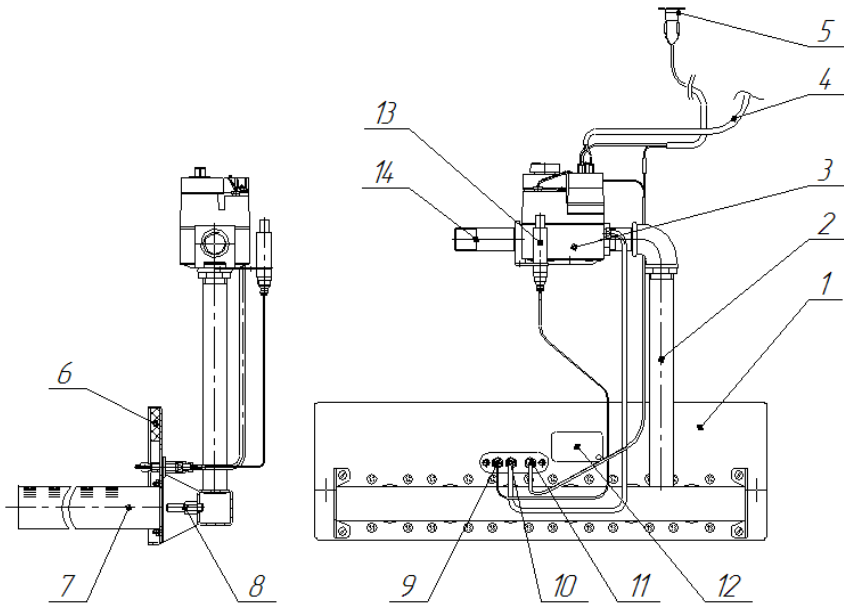
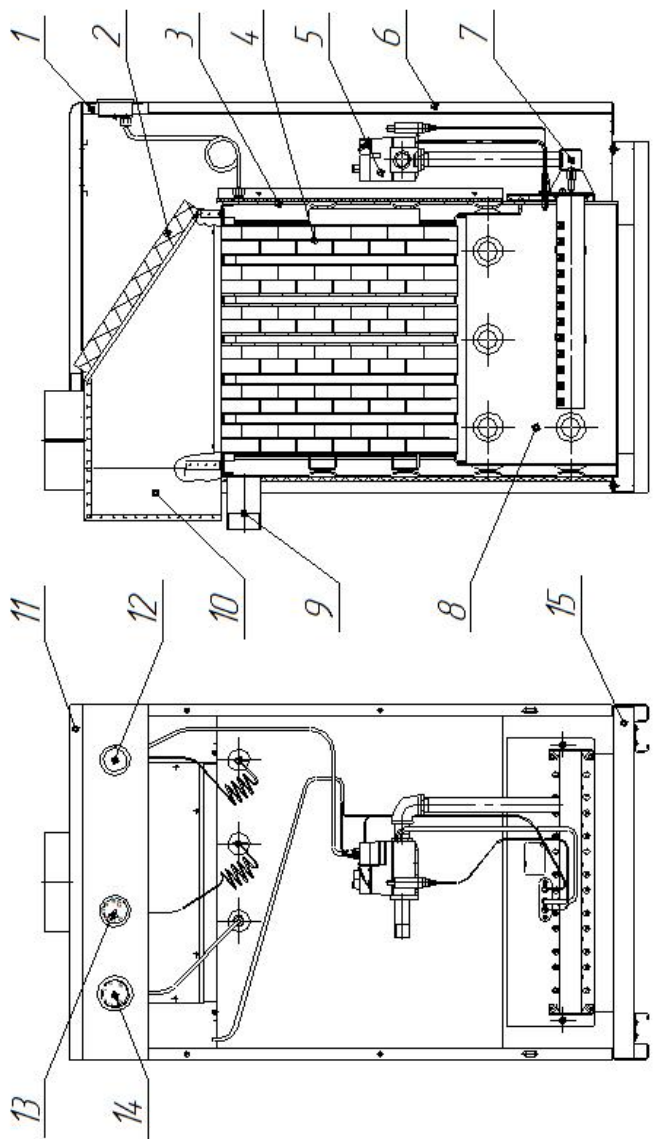
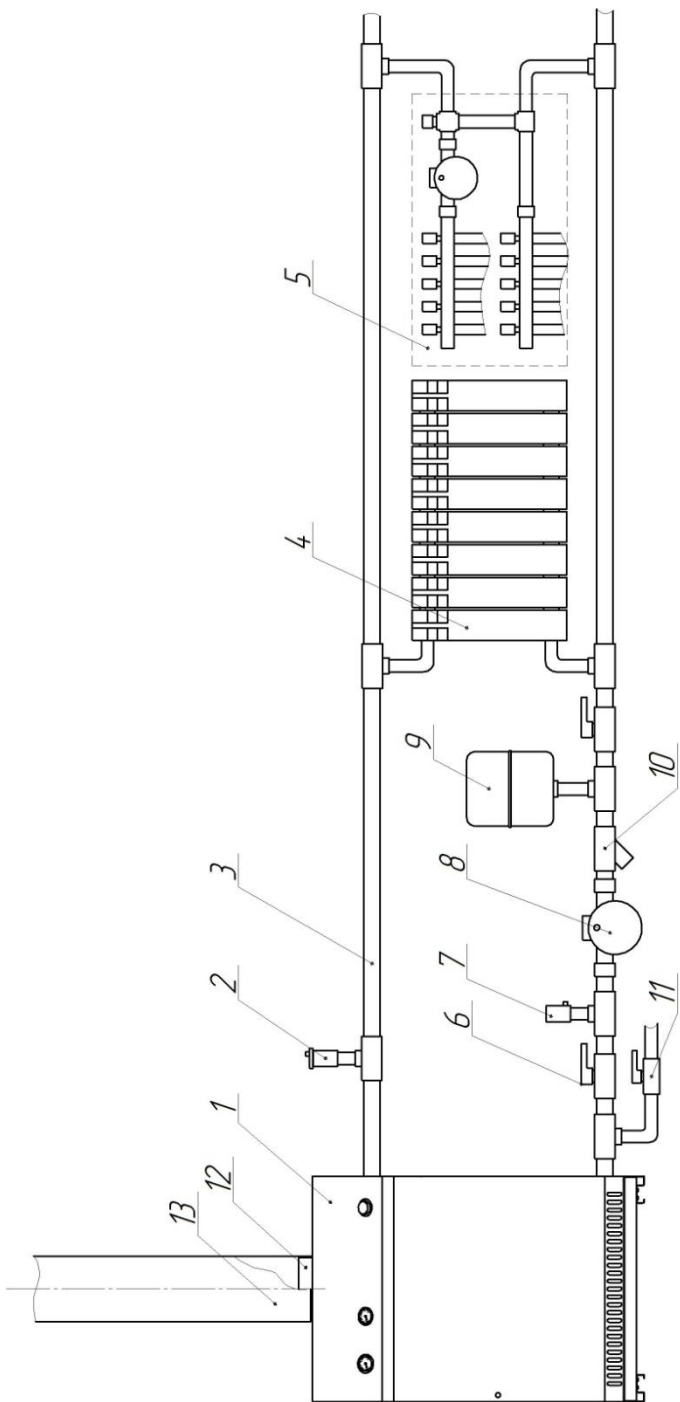

Рис.1 Устройство горелки котла
Рис.2 Устройство котла
Рис.3 Рекомендуемая схема системы отопления
- 4.2. Нагрев теплоносителя производится путем эффективного сжигания природного газа с помощью горелки оборудованной автоматикой безопасности (рис.1).
- 5.1. Котел выполнен в виде напольного шкафа прямоугольной формы. Лицевая сторона закрыта дверкой (поз.6 рис.2) обеспечивающей доступ к горелке для запуска в работу. На панели горелки (поз.1 рис.1) закреплены газораспределитель (поз.2 рис.1) с соплами и газовым клапаном (поз.3 рис.1), с другой стороны отражатель с газогорелочными трубами – насадками (поз.4 рис.1), над ними запальная горелка и электрод розжига. Теплообменник (поз.3 рис.2) представляет собой прямоугольный блок с вертикальными каналами, каждый канал омывается теплоносителем. Теплообменник сообщается с водоохлаждаемой топкой (поз.8 рис.2). В топке размещается газогорелочное устройство (поз.7 рис.2), позволяющее получить газозвоздушную смесь и качественно её сжечь. Горячие продукты сгорания под воздействием разрежения в дымоходе котла поднимаются через вертикальные каналы и отдают тепло водяной рубашке, а через неё системе отопления. Чтобы увеличить отдачу тепла и КПД в каждый канал установлен турбулизатор (поз.4 рис.2). В нижней части котла устанавливается воздухозаборник (поз.9 рис.2). Корпус котла обложен с четырёх сторон утеплителем и облицован металлическими панелями. Облицовочные панели перед установкой покрывают защитно-декоративным покрытием.
- 5.2. Под крышкой (поз.17 рис.2) Расположен дымоход, (дымовая камера) задняя часть которого открыта снизу, что позволяет свободно проникать в дымовую камеру, а затем в трубу дымоотводящего канала (поз.13 рис.3) порции воздуха, который разбавляет отходящие продукты сгорания, снижая их температуру. При этом происходит снижение разрежения в трубе дымоотводящего канала, а, следовательно, и в топке котла. Указанный вход в дымовую камеру выполняет функции тягостабилизатора. На этом же входе укреплен датчик тяги (поз.6 рис.1) соединенный с газовым клапаном (поз.3 рис.1). Они срабатывают на при повышении температуры воздуха, в связи с уменьшением или исчезновением разрежения в дымовой камере.
- 8.1. По своим конструктивным данным котел рекомендуется использовать в системе отопления с принудительной циркуляцией теплоносителя, то есть с установкой насоса (рис. 3).
- 8.4. Система должна быть полностью заполнена теплоносителем, автоматический вывод воздуха происходит по средствам воздушного клапана (поз.2 рис.3), вывод воздуха из радиаторов отопления (поз.4 рис.3) осуществляется вручную при заполнении системы и перед началом отопительного сезона.
- 8.5. Смесительно-распределительный узел системы «теплый пол» (поз.5 рис.3) позволит более четко контролировать температуру теплоносителя во всех ветках системы.
- 8.6. Подготовка циркуляционного насоса (поз.8 рис.3) к работе и его техническое обслуживание:
- 8.7. При работе системы отопления краны (поз.6 рис.3) на трубопроводе должны быть открыты.
- 8.8. В обратный трубопровод отопления присоединяется расширительный бак закрытого типа (поз.9 рис.3). Подбор расширительного бака необходимо вести с учетом объема теплоносителя в котле плюс в отопительной системе, принять бак объемом не менее 10% от этой суммы. Допускается установка бака открытого типа в подающий трубопровод.
- 8.9. Обязательно установить в систему предохранительный клапан (поз.7 рис.3) с величиной срабатывания не более 0,4 МПа, допускается его установка в составе группы безопасности.
- 8.10. Для заполнения и подпитки системы к обратному трубопроводу подвести трубопровод от водопровода холодной воды с установкой вентиля (поз.11 рис.3).
- 8.11. При первом заполнении системы по показанию манометра (поз.15 рис.2) наберите давление 0,05-0,1 МПа, при работе и нагреве котла это число возрастет.
- 9.1. При присоединении дымоотводящего канала к котлу, труба (поз.13 рис.3) должна плотно одеваться на обечайку (поз.12 рис.3) дымохода котла. Допускается уплотнить щель огнестойким материалом (глина, базальтовый картон и т.п).
10.6. Подержите рукоятку газового клапана в нажатом положении около минуты, чтобы термогенератор (поз.7 рис.1) был прогрет и смог удержать предохранительный клапан пилотной системы в открытом состоянии. Отпустите рукоятку, пилотная горелка должна гореть. Если произошло затухание, то поверните рукоятку по часовой стрелке в положение OFF, повторите пункты 10.3, 10.4, 10.5.
10.8. Установить поворотом ручки терморегулятора (поз.13 рис.2) требуемое значение температуры воды, её отслеживайте по показаниям термометра (поз.14 рис.2).
11.2. При необходимости проводится очистка вертикальных каналов топки котла от сажных отложений. При этом из топки вынимается горелка (поз.7 рис.2) и снимается крышка котла (поз.17 рис.2). У дымовой камеры отвинчиваются самонарезающиеся винты и снимается оцинкованная
- медленно долить в систему открытием крана (поз.11 рис.3);